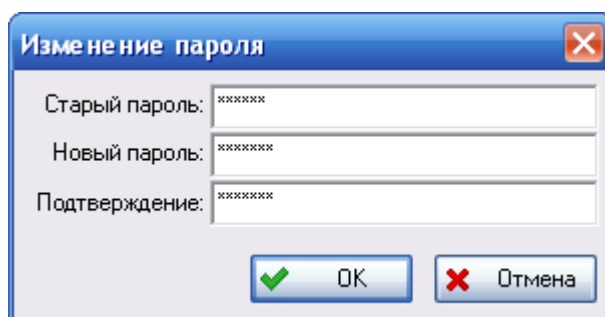

Рис. 2-14
- В окне **Изменение пароля** (рис. 2-14):